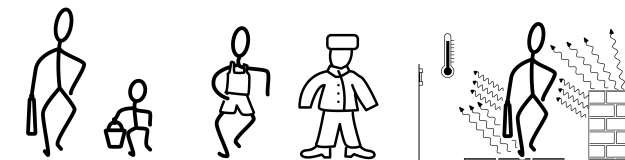

Bild 5: Größe, Isolierung und Kontrast von Wärmequellen
- Größe der Wärmequelle, z. B. Erwachsener oder Kind (Bild 5)
- Temperatur der Wärmequelle: Oberflächen mit 37 °C strahlen intensiver als mit 10 °C (Bild 5).
- Bewegungsrichtung: Beim tangentialen Passieren eines Erfassungstrahls entsteht typischerweise ein sprunghaftes Sensorsignal, welches gut ausgewertet werden kann. Bewegt sich eine Wärmequelle hingegen radial auf den Sensor zu, so erfolgen die Änderungen des Sensorsignals eher träge. Eine Differenzierung zum normalen Grundrauschen wird so deutlich erschwert (Bild 5).